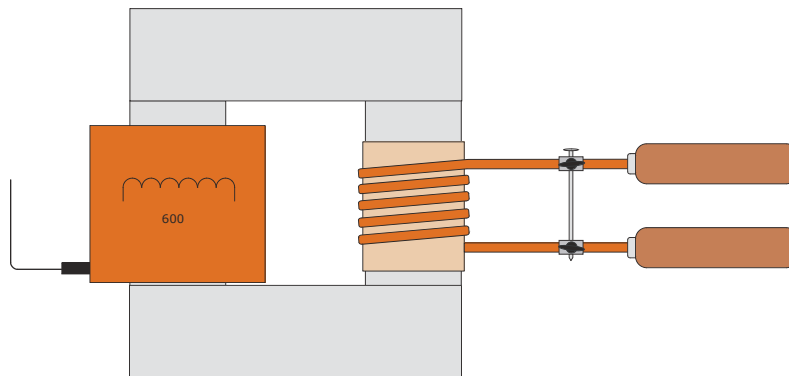

Fig. 2 Esperimento di fusione di chiodi
- Realizzare un trasformatore ad alta corrente come da Fig. 2 e posizionarlo su una base resistente alle alte temperature.